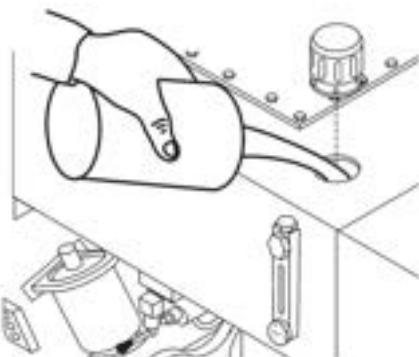

Figura 13. Orificio de llenado del aceite hidráulico
2. Si el nivel de aceite hidráulico esta bajo, retire el tapón hacia arriba de la ventanilla del nivel de aceite (Figura 13) y agregue la cantidad correcta de aceite hidráulico para llegar al nivel y poder operar de manera segura. (Use aceite Shell Tellus 68 ó Mobil ó DFE26).